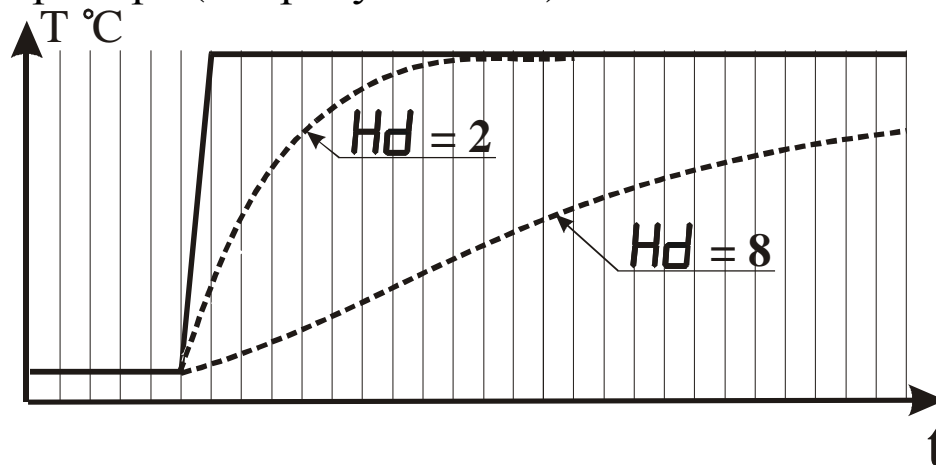

Рисунок 3.12 - Влияние параметра “Время усреднения” на показания прибора при различных значениях параметра Hd
3.3.3.8 Параметр “Время усреднения” указывают в количестве периодов опроса входного датчика ($N_{\text{опр.}}$). Этот параметр позволяет добиться более плавного изменения показаний прибора. Для этого производится вычисление среднего арифметического из последних ($N_{\text{опр.}}$) измерений. При значении параметра равном 0 интегратор выключен. Уменьшение значения времени усреднения приводит к более быстрой реакции прибора на скачкообразные изменения измеряемого параметра, но снижает помехозащищенность прибора (см. рисунок 3.12).